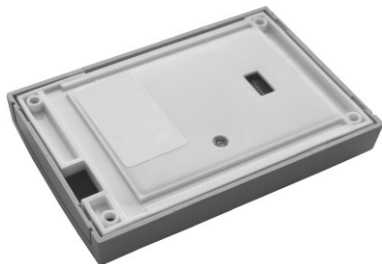

Рисунок 4 – Вид с обратной стороны контроллера на переключатели
Выбор типа замка осуществляется установкой переключателя 1, расположенного с обратной стороны контроллера в соответствующее положение (рисунок 4):
- 5) установить (при необходимости) переключатель 1 (рисунок 4) в положение, соответствующее типу применяемого замка.